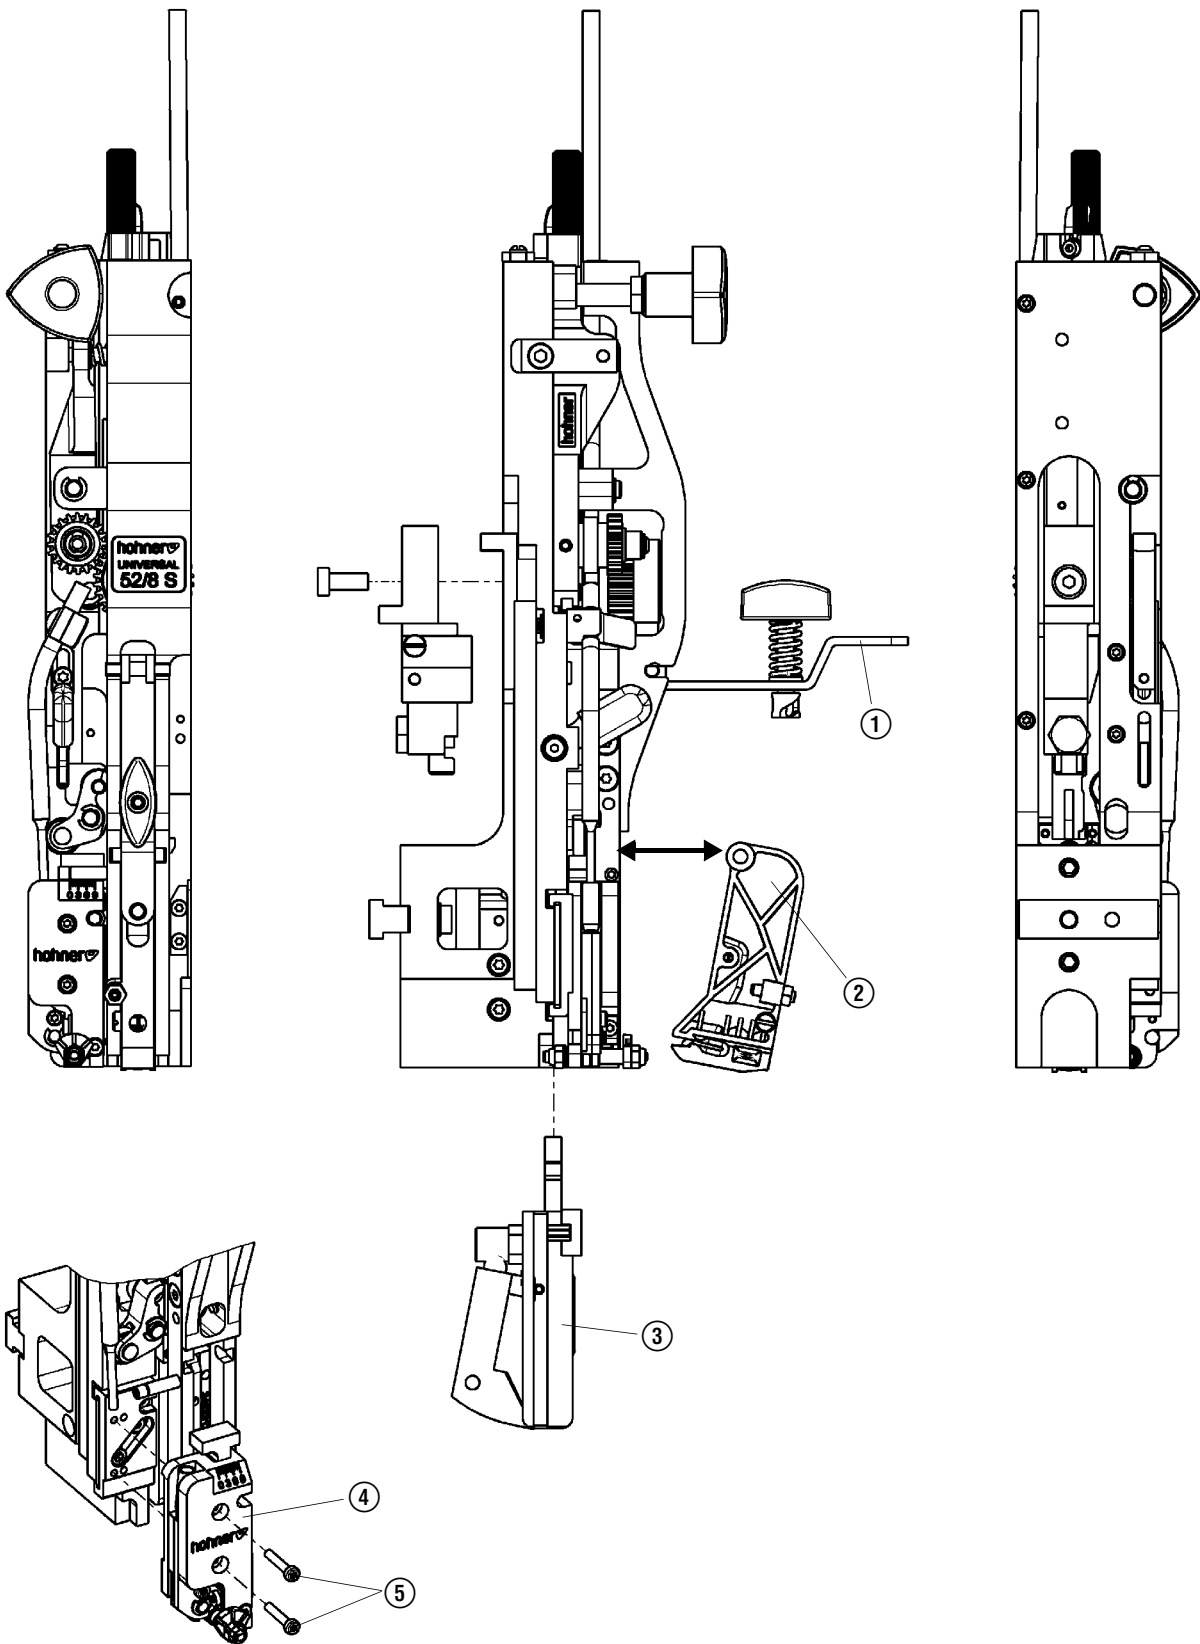

Fig. 21
- Fig. 21 -
- Sustituir la palanca del moldeador ① n° art. 9963 590 por la palanca del moldeador -L- n° de art. 9963 840.
- Desmontar la caja portacuchillas ④ soltando los tornillos ⑤ en el punto de fijación derecho de la guía. Desplazar la caja portacuchillas 4 mm hacia la izquierda. Volver a colocar la caja portacuchillas sobre el punto de fijación izquierdo de la guía y apretar los tornillos ⑤.